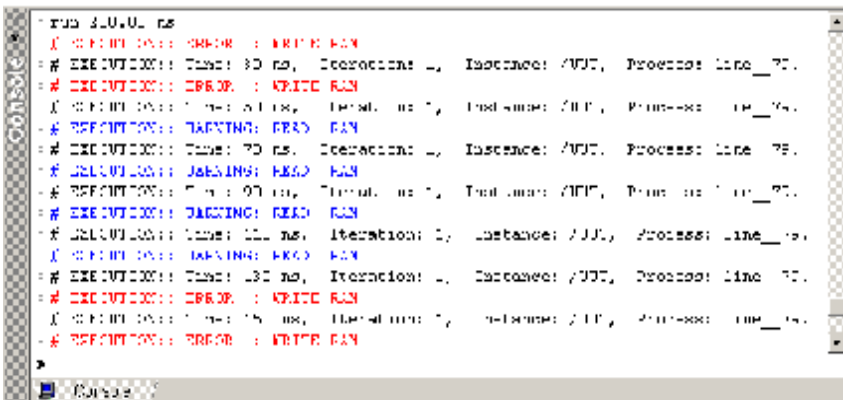

Рисунок 2.32 – Результати аналізу стану системи
2.8.12 Крім опису цифрових систем будь-якої складності, засоби мови VHDL можуть бути вжиті для аналізу поточного стану системи. Наприклад, лістинг 1.4 містить текст файлу *top.vhd*. Він виводить до вікна консолі САПР повідомлення про виконання циклів читання / запису зовнішньої пам'яті. Жирним шрифтом виділений текст циклу опитування стану сигналу **rw**. Якщо **rw = '0'**, до консолі виводиться повідомлення **READ RAM**. Якщо **rw = '1'**, буде згенероване повідомлення **WRITE RAM** (див. рис. 2.32).